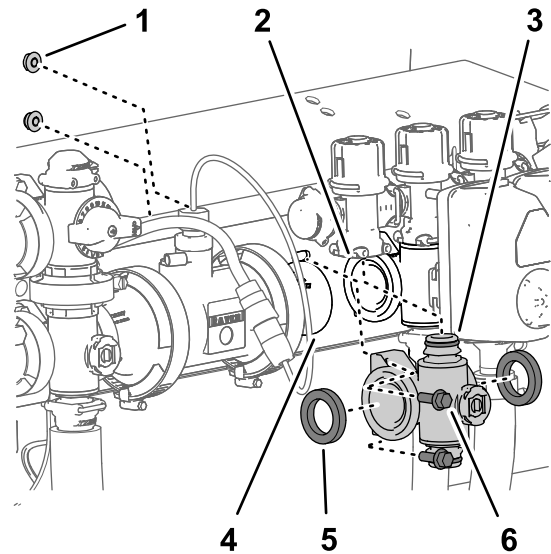

Рисунок 108
- На коллекторах клапанов левой и правой секции выверните 2 болта с фланцем ($\frac{1}{4}$ x $\frac{3}{4}$ дюйма) и 2 фланцевые контргайки ($\frac{1}{4}$ дюйма), которые крепят коллектор клапана секции к опоре клапана (Рисунок 108).
- Чтобы освободить доступ к перепускному клапану секции, переместите коллектор клапана секции и прокладки вниз и в сторону от машины (Рисунок 108).